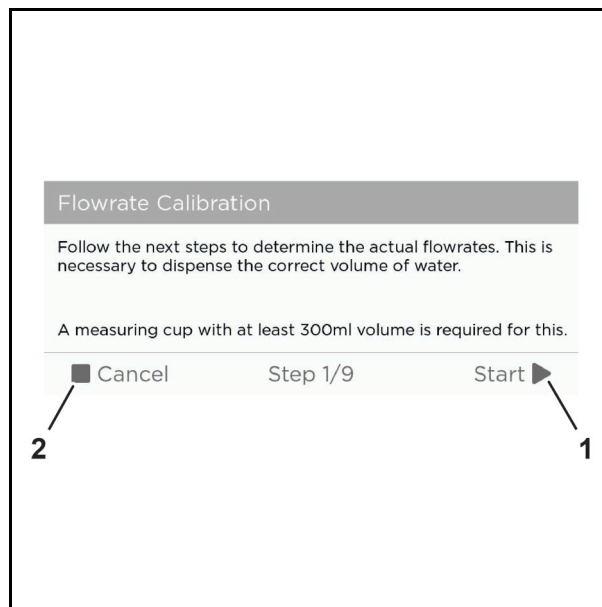

Abb. 64 Beispielgrafik
1. Tippen Sie auf die Schaltfläche "Start" (Abb. 64/1), um mit der Kalibrierung zu beginnen oder "Cancel" (Abb. 64/2), um die Kalibrierung abbrechen.